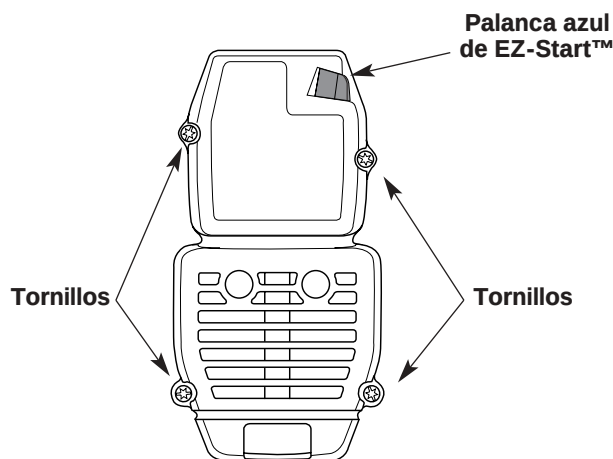

Fig. 33
1. Saque los cuatro (4) tornillos que sostienen la cubierta del silenciador / filtro de aire (Fig. 33). Use un destornillador de vástago plano o de broca Torx N° T20.
2. Inserte los cuatro (4) tornillos en los orificios de la cubierta del silenciador / filtro de aire (Fig. 33) y ajústelos. No los ajuste demasiado.